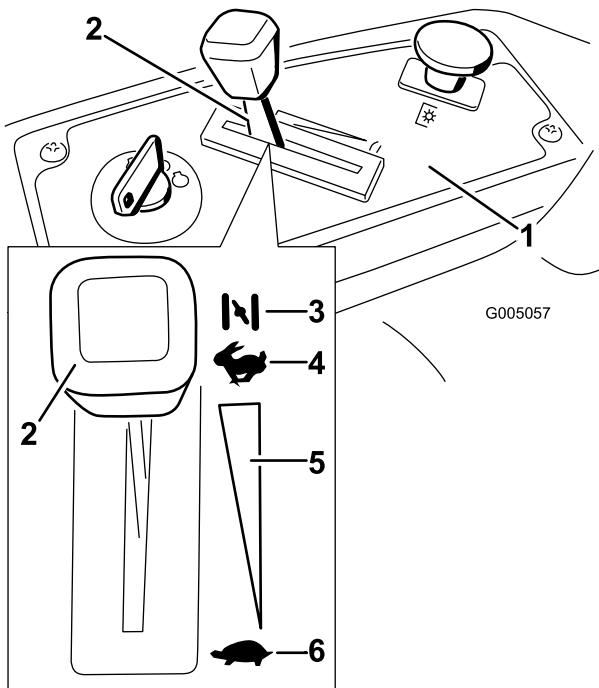

Figura 12
3. Mueva la palanca del acelerador a la posición Estárter antes de arrancar el motor si éste está frío (Figura 12).
5. Cuando el motor arranque, mueva el acelerador a la posición Rápido (Figura 12). Si el motor se cala o funciona irregularmente, vuelva a colocar el acelerador en Estártar durante unos segundos. Repita este procedimiento tantas veces como sea necesario.
3. Gire la llave de contacto a la posición Desconectado (Figura 12) y retire la llave.